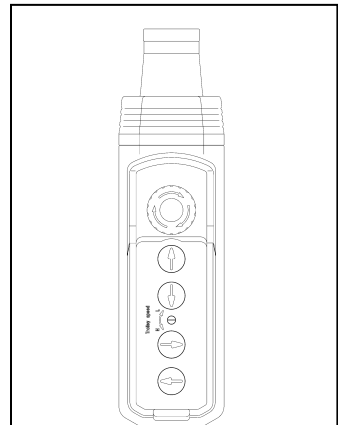

Figura 4-1 Control de Botonera de 4 botones
4.3.1 Control de Botonera - Cuando use el control de botonera, presione el botón Arriba para levantar el gancho del polipasto o el botón Abajo para bajar el gancho del polipasto como se muestra en la Figura 4-1. Presione los botones Izquierdo y Derecho para mover el trole horizontalmente. Para detener el movimiento, suelte los botones.